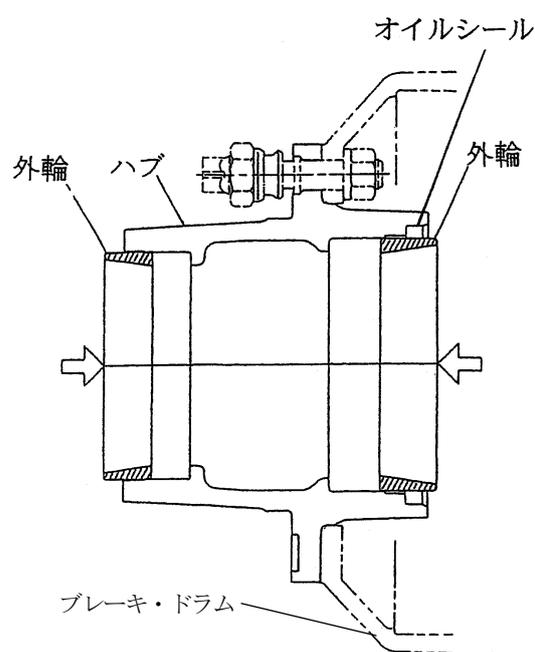

図2 ハブのベアリング勘合部の点検
2. ハブのホイール・ベアリングの勘合部が緩くなっていないかどうか点検して下さい(図2参照)。